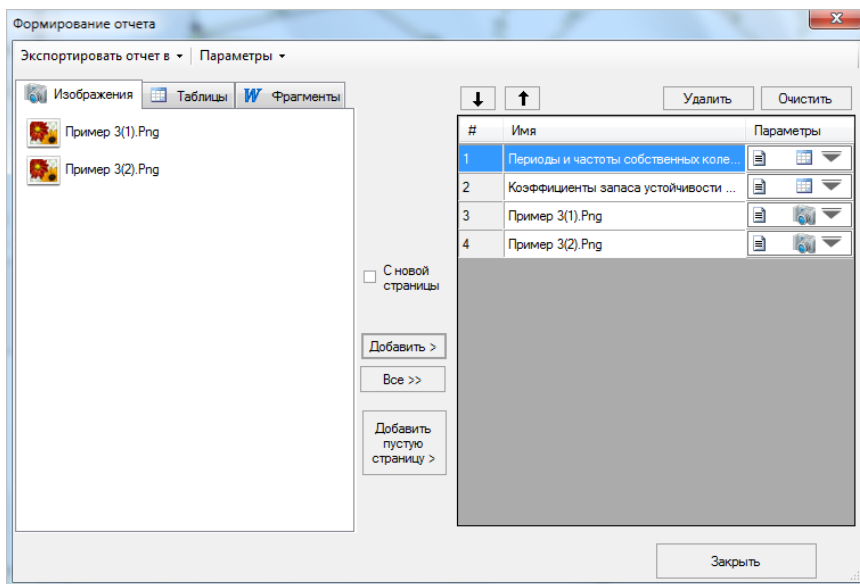

Рис. 170. Диалоговое окно Формирование отчета
- Добавьте нужные изображения, таблицы, а также фрагменты текста (постоянные части отчетов, которые не изменяются от отчета к отчету) для будущего отчета (рис. 170).